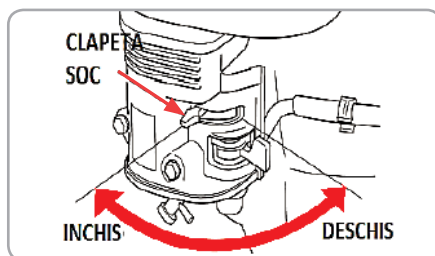

Fig.12
- La temperaturi scăzute mutați clapeta de aer (șoc) în poziția ÎNCHIS. Nu utilizați clapeta când motorul este cald sau temperatura aerului este ridicată. (fig.12)